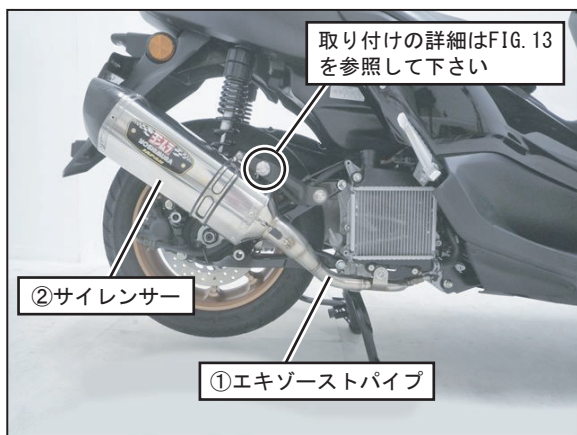

FIG. 12
8. ⑥サイレンサーステーの位置を調整し、車両に純正ボルトと⑪平ワッシャM10×22を使用して仮締めして下さい。（FIG. 12, 13 参照）